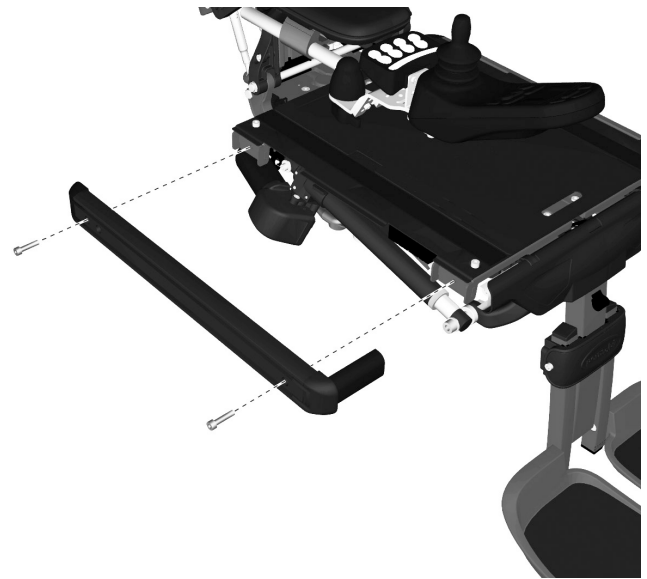

Abbildung 194. Die UniTrack-Schienen sind mit jeweils zwei Schrauben befestigt.
- 10. UniTrack-Schienen von passender Länge für die jeweilige Sitztiefe einstellen montieren. Die Schienen sind mit zwei Schrauben montiert. Siehe Abbildung. 194. Schrauben mit Drehmomentschlüssel festziehen. **Anziehdrehmoment 9,8 Nm.**